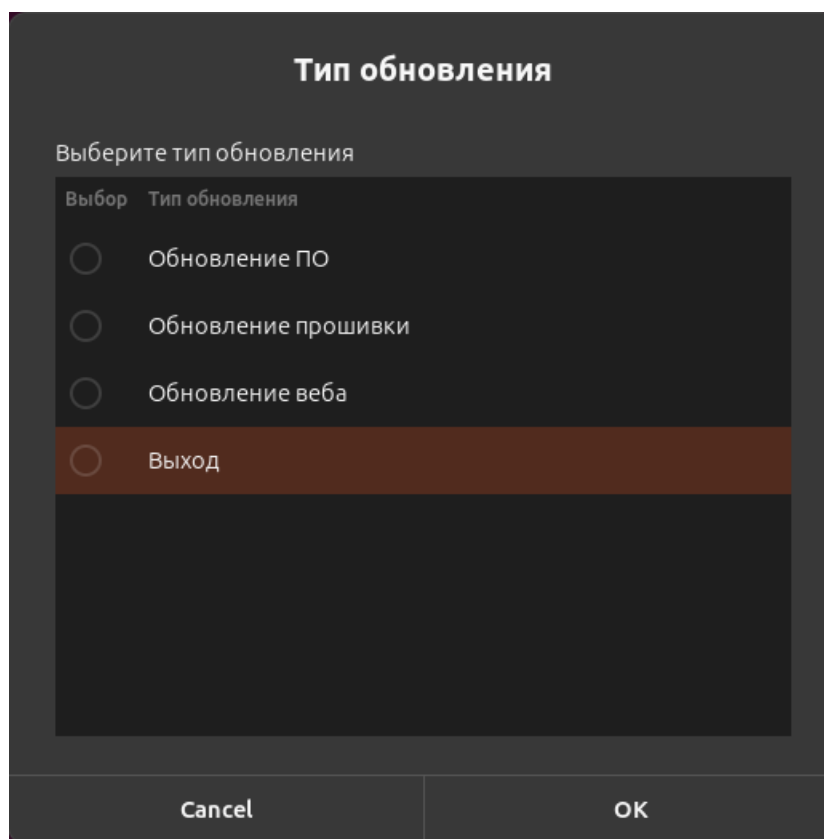

Рисунок II-62 – Диалоговое окно для выбора типа обновления
- 3) Откроется программный интерфейс «Terminal». Отобразится диалоговое окно для выбора типа обновления (см. Рисунок II-62).
Дождитесь появления диалогового окна для выбора типа обновления (см. Рисунок II-62).